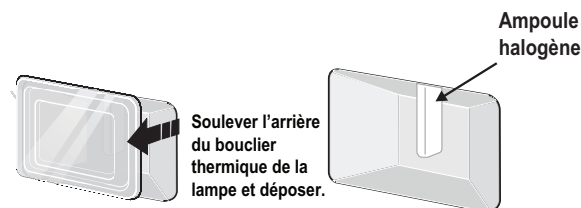

Figure 34 : Bouclier thermique et l'ampoule
2. Pour retirer le bouclier thermique de la lampe, le soulever de l'arrière vers l'intérieur du four de manière à le tirer du côté four. Le bouclier thermique devrait sortir facilement en poussant un peu vers l'avant des parois du four (Figure 34).